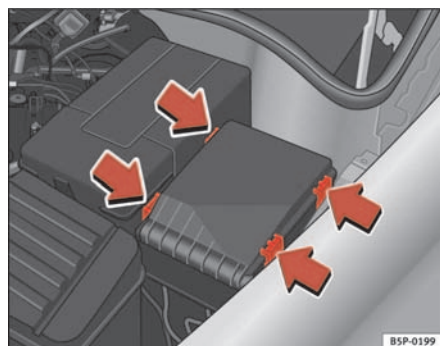

Fig. 179 Copertura della scatola dei fusibili nel vano motore
- Rimuovere la copertura dei fusibili situata nel vano motore premendo le linguette verso il centro della copertura ⇒ fig. 179.